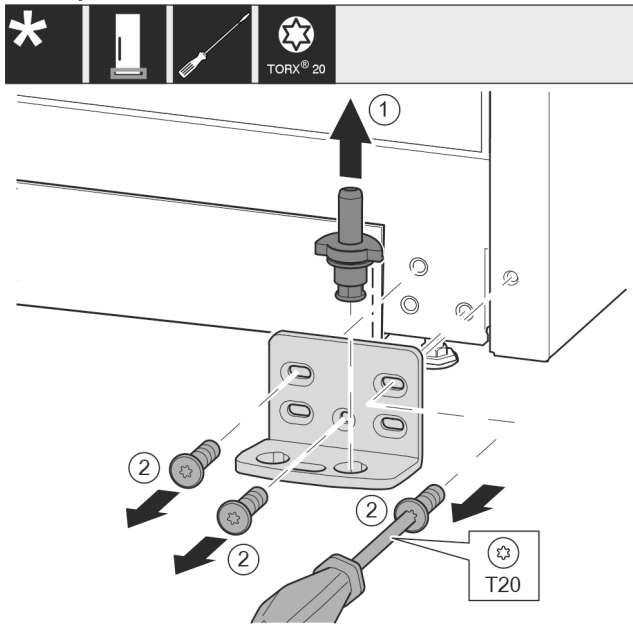

Fig. 12
- ▶ Ložiskový čap vyťahnite úplne nahor. Fig. 12 (1)
- ▶ Skrutky vyskrutkujte skrutkovačom T20 a odnímate ložiskovú konzolu. Fig. 12 (2)